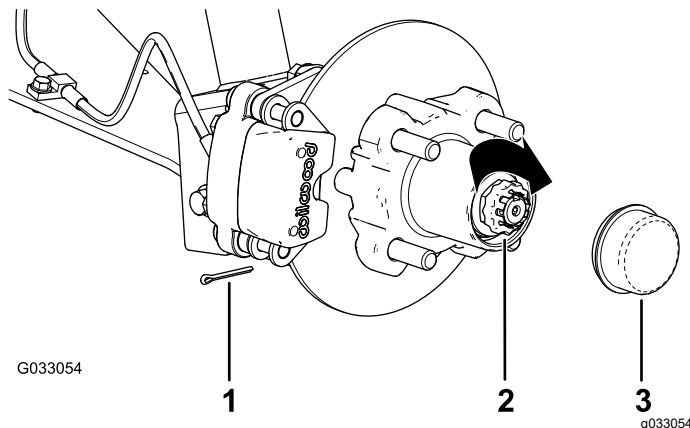

Figura 29
8. Coloque el retén sobre la tuerca y compruebe la alineación de la ranura del retén y el taladro de la chaveta del eje (Figura 29).
9. Instale la chaveta y doble las patas alrededor del retén (Figura 29).
10. Instale el tapón guardapolvo sobre el cubo (Figura 29).